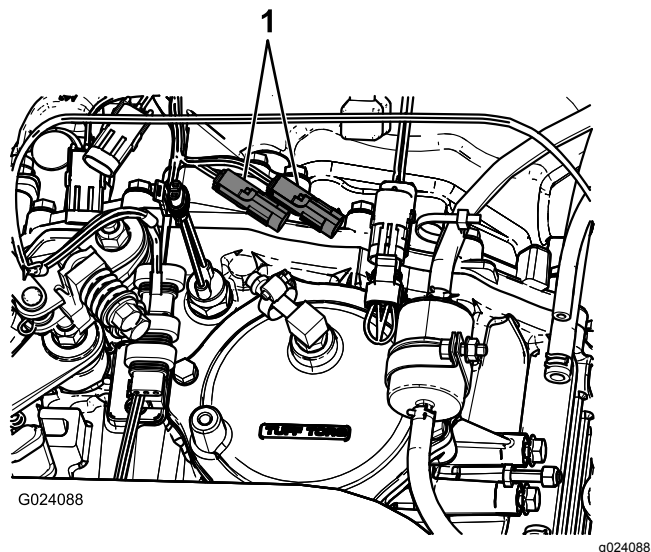

Figure 16
2. Au niveau de la boîte-pont, branchez le connecteur à 3 broches du faisceau du capteur de vitesse sur la machine au connecteur à 3 douilles du faisceau du capteur de vitesse sur le pulvérisateur (Figure 16).